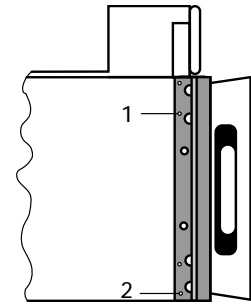

Abb. 7
- Die Schutzleiste durch Entfernen der Befestigungsschrauben 1 und 2 abnehmen (siehe Abb. 7). Leiste abnehmen und Schrauben wieder andrehen.